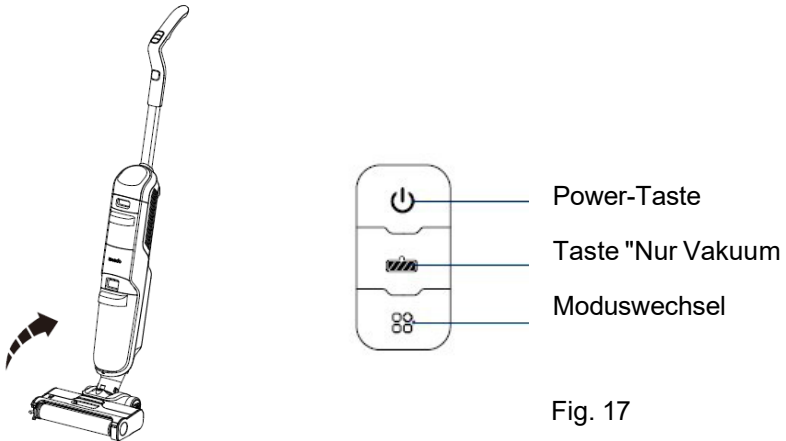

Fig. 17
A. Vorbereitung: Halten Sie den Griff und kippen Sie das Gerät, um es einzuschalten (das Gerät funktioniert nicht in aufrechter Position) wie in Abbildung 17 gezeigt. Drücken Sie die Ein-/Aus-Taste, um das Gerät einzuschalten.